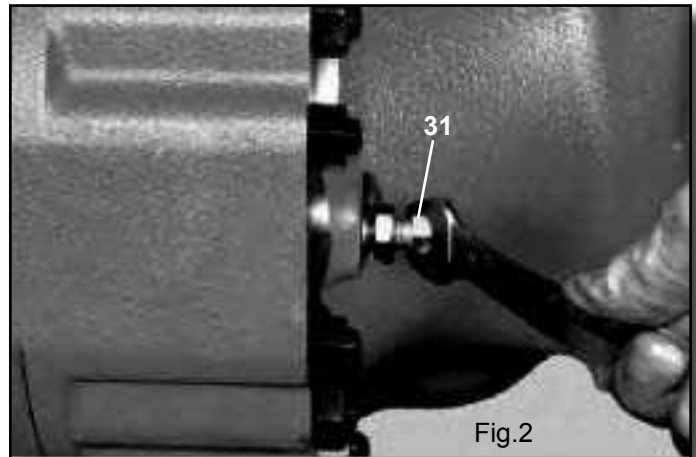

Fig.2
Avvitare le viti (31) fino a mandarle in battuta sullo spingidisco (fig.2)